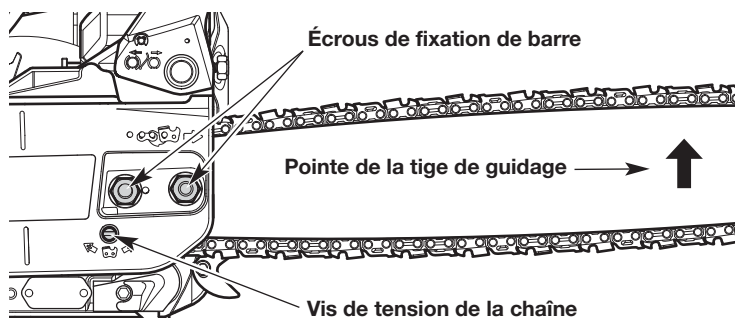

Fig. 26
**REMARQUE :** Une nouvelle chaîne tend à se détendre et à nécessiter un réajustement après aussi peu que cinq (5) coupes. Ceci est normal pendant la période de rodage. L'intervalle entre les futurs ajustements s'allongera rapidement.
2. Utilisez l'outil polyvalent ou une clé de 13 mm (1/2 po) pour desserrer légèrement les écrous du guide-chaîne (Fig. 26).
3. Tenez la pointe de la tige de guidage et utilisez un tournevis à tête plate pour visser la vis de tension de chaîne (Fig. 26).